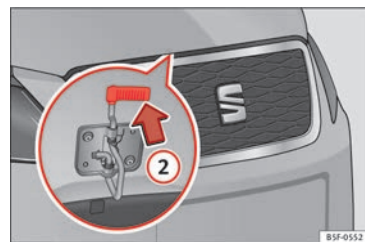

Fig. 10 Leva bajo el capó.
- Levante el capó. Haga presión hacia arriba sobre el saliente situado debajo del capó » » fig. 10 ②. El gancho de sujeción queda desbloqueado.